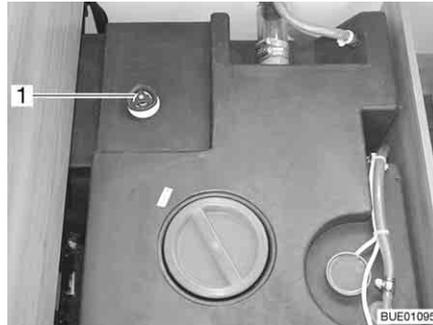
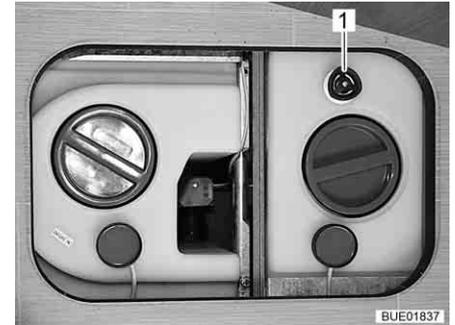

Fig. 222 Depósito de agua con tirador giratorio (Viseo)
Fig. 223 Depósito de agua con tirador giratorio (Elegance)
- Girar el tirador giratorio (Fig. 222,1 ó bien Fig. 223,1) sobre el depósito de agua en sentido de las agujas del reloj, hasta el tope.
- Girar el tirador giratorio (Fig. 222,1 ó bien Fig. 223,1) sobre el depósito de agua en sentido contrario a las agujas del reloj, hasta sentir resistencia. El agua saldrá hasta una cantidad residual (cantidad residual en el caso de Viseo: 60 l; cantidad residual en el caso de Elegance: 20 l).